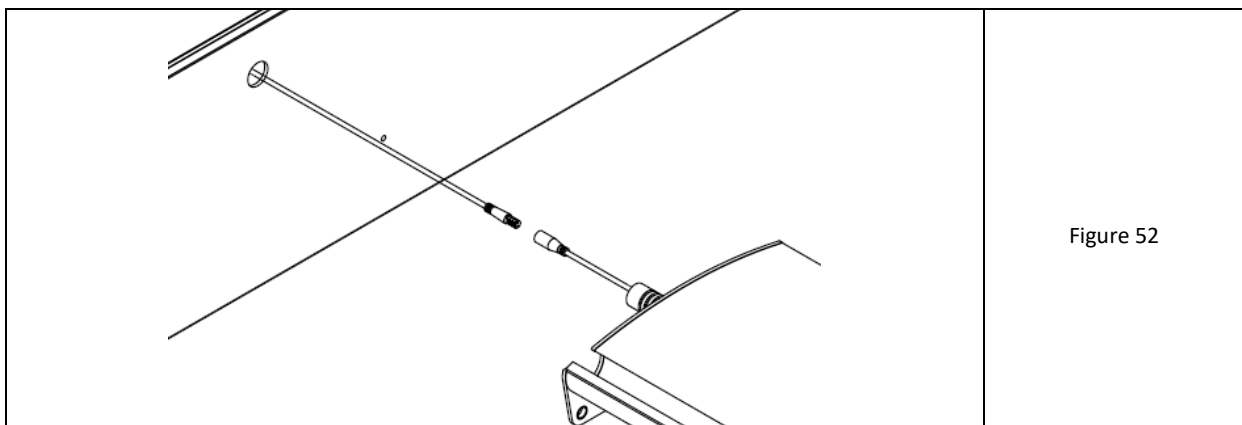

Figure 52
28. Pour les lames avec les spots LED, avant d'insérer la tige de la lame dans la barre d'entraînement, pousser ensemble les connecteurs de câble dépassant de la barre et de la tige (Fig. 52). Poussez le connecteur à l'intérieur de la barre. Insérez ensuite la lame de manière standard en suivant les étapes ci-dessus